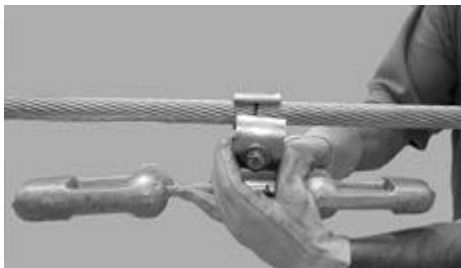

Рис. 2.
- 2.1. Предварительно открутив болт не полностью, наденьте гаситель вибрации на защитный протектор, заранее установленный согласно проекту на проводе (тросе, кабеле). Совместите метку центра защитного протектора с центром зажима гасителя вибрации (см. рис. 2).